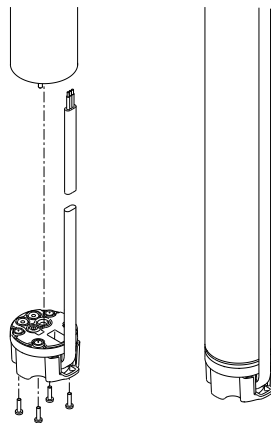

図4
4. ケーブルプラグを電動機ソケットに差し込みます。このプラグは誤った向きでは差し込めないようになっています。(図4参照)
(図4参照)